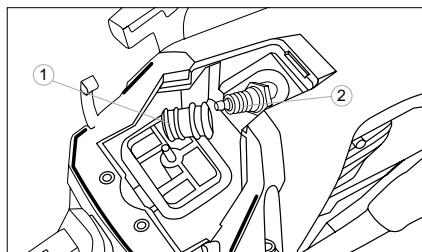

Fig. 26
3. Desconecte el cable de alto voltaje de la bujía1 (fig. 26).